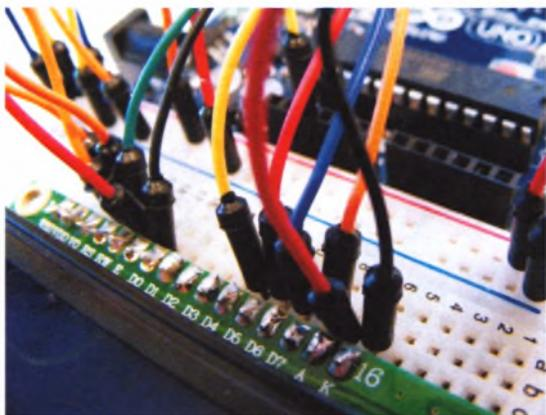

РИСУНОК 12.2
1. Установите ваш ЖК-дисплей на макетную плату, вставив штырьки в отверстия платы. Также установите потенциометр на макетную плату и используйте перемычки для подключения к ЖК-дисплею, Arduino и потенциометру, как показано в следующей таблице и на рис. 12.2. Модуль ЖК-дисплея оборудован тремя контактами заземления; их нужно подключить к шине заземления макетной платы.